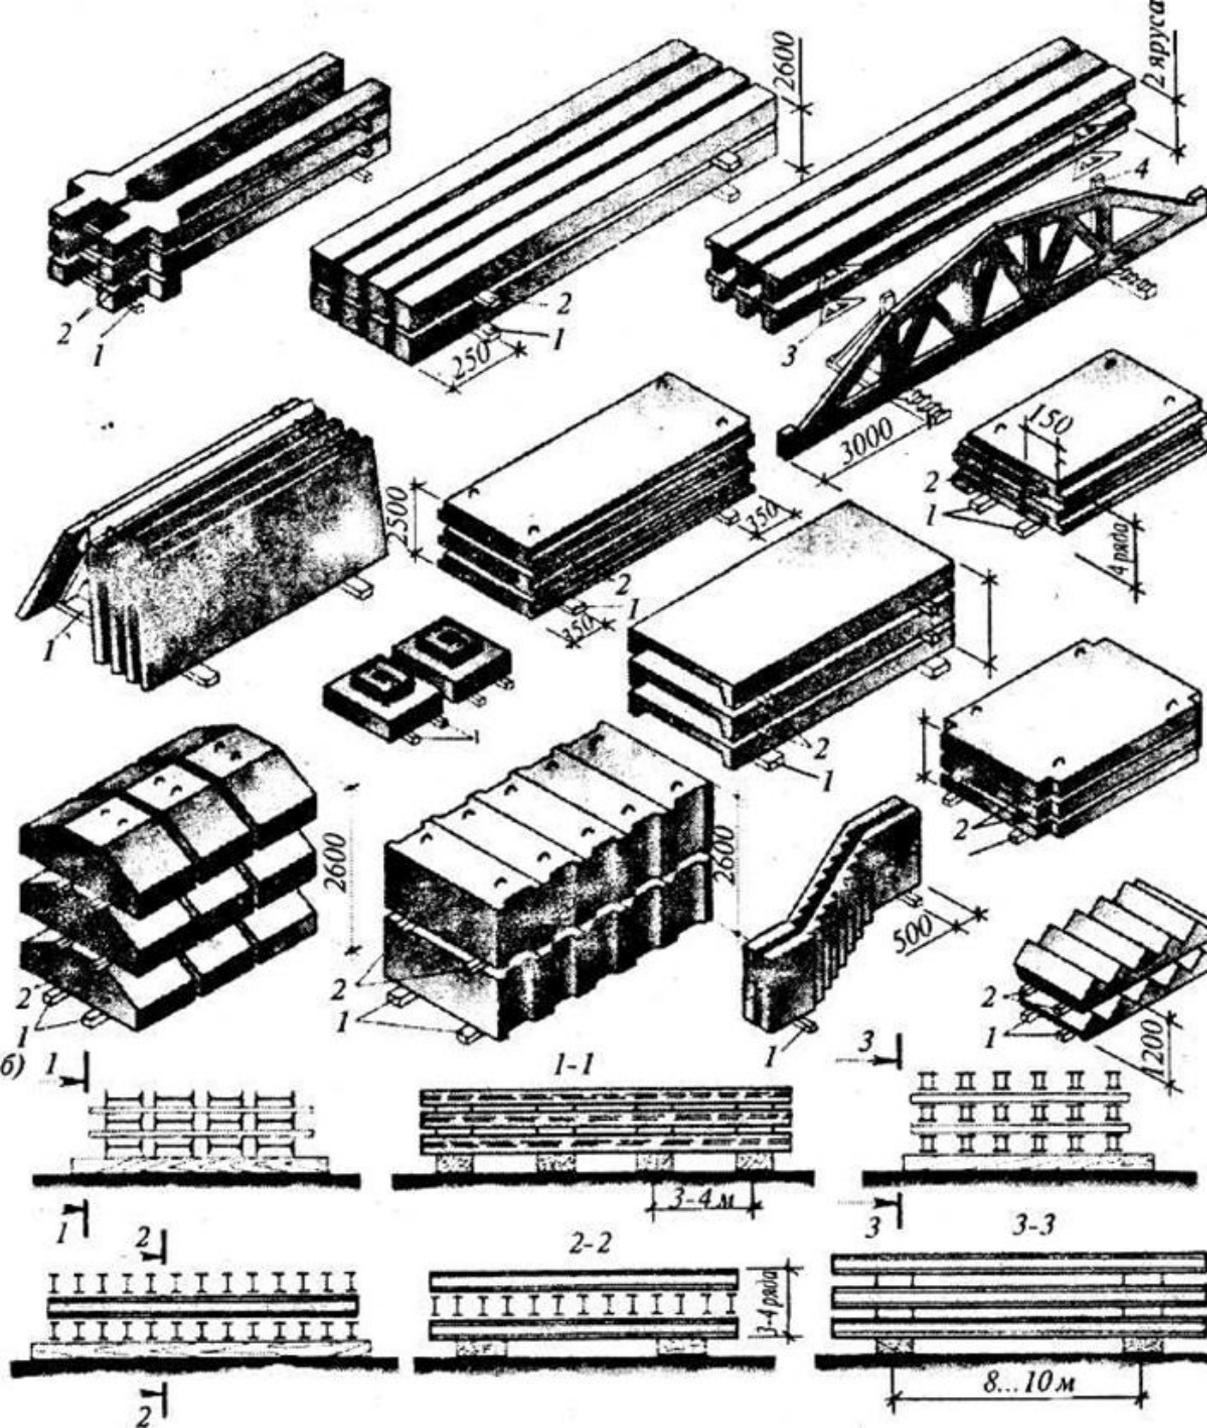

Рис. 1.
- Все элементы складируют на деревянных подкладках размером 6х6 и 8х8 см, при этом должны быть обеспечены соосность укладки элементов, исключены возможности образования трещин и перенапряжений в бетоне конструкций (рис. 1).